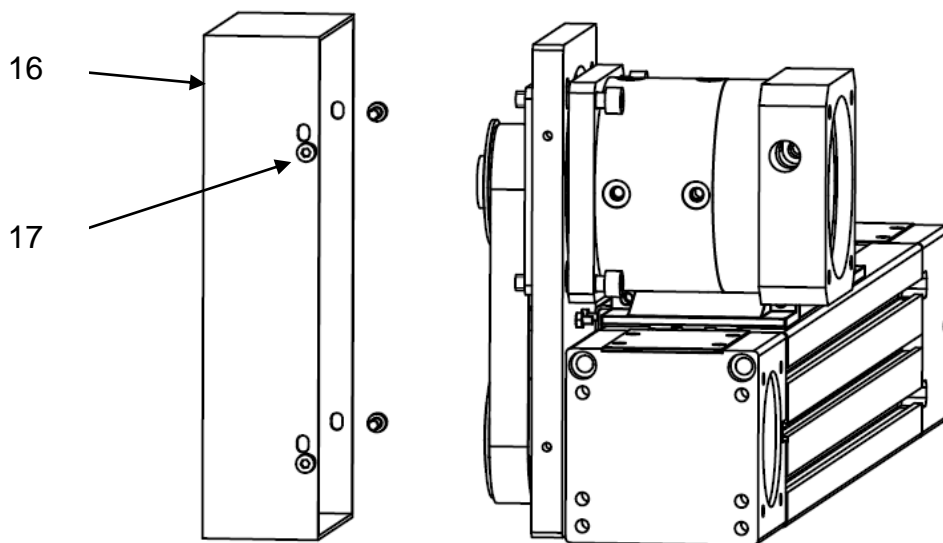

Рисунок 18 – Установка крышки монтажного комплекта.
8) установить крышку монтажного комплекта (поз. 16) с помощью винтов (поз. 17) (см. рисунок 18).